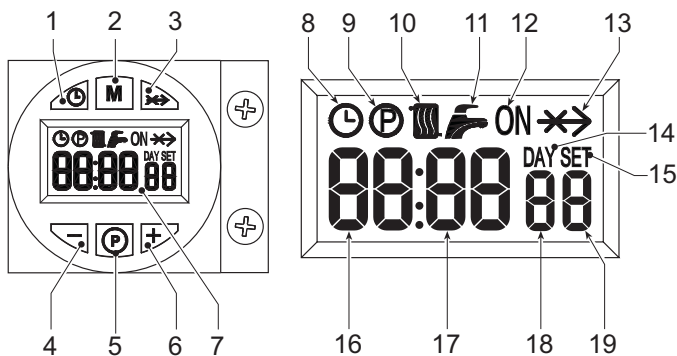

рис. 1 - Панель управления
Запрос на розжиг (вызываемый замыканием контакта на клеммах 7-8 (см. рис. 14), в условиях стандартных настроек) сопровождается загоранием символа радиаторной батареи (поз. 10 - рис. 1).
1. Нажмите на кнопку установки дня/времени (поз. 1 - рис. 1).
2. На дисплее (поз. 7 - рис. 1) мигают символы ЧАСОВ и ДНЯ: задайте день недели с помощью кнопок + и - (поз. 4 и 6 - рис. 1), принимая во внимание, что 1=понедельник, 7=воскресенье. Подтвердите введенный день нажатием кнопки для установки дня/времени (поз. 1 - рис. 1).
3. На дисплее (поз. 7 - рис. 1) мигают две цифры ТЕКУЩЕГО ВРЕМЕНИ (В ЧАСАХ) и символ ЧАСОВ: задайте точное время в часах с помощью кнопок + и - (поз. 4 и 6 - рис. 1), от 00 до 23. Подтвердите введенное время нажатием кнопки для установки дня/времени (поз. 1 - рис. 1).
4. На дисплее (поз. 7 - рис. 1) мигают две цифры ТЕКУЩЕГО ВРЕМЕНИ (В МИНУТАХ) и символ ЧАСОВ: задайте точное время в минутах с помощью кнопок + и - (поз. 4 и 6 - рис. 1), от 00 до 59. Подтвердите введенные минуты нажатием кнопки для установки дня/времени (поз. 1 - рис. 1). Работа системы отопления в Автоматическом режиме, Ручном режиме Оп, Ручном режиме Off
Нажатием на кнопку выбора рабочего режима (поз. 2 - рис. 1) можно задать:
1. автоматический режим работы, на дисплее (поз. 7 - рис. 1) появится символ ЧАСОВ. Запрос на активацию и деактивацию горелки зависит от заданной недельной программы. В заданный временной диапазон на дисплее (поз. 7 - рис. 1) отображается также символ ON.
2. В ручном режиме Оп на дисплее (поз. 7 - рис. 1) отображается только символ ON. Горелка постоянно включена
3. В ручном режиме Off на дисплее (поз. 7 - рис. 1) не отображается ни символ ON, ни символ ЧАСОВ. Горелка выключена
Можно заранее задать недельную программу в 3 временных диапазонах включенного режима ON и 3 временных диапазонах выключенного режима OFF: они будут одинаковы для каждого дня недели. В запрашиваемом временном диапазоне (поз. 7 - рис. 1) отображается символ ON.
1. Нажмите на кнопку Программирование "P" (поз. 5 - рис. 1)
2. Выберите день для программирования с помощью кнопок + и - (поз. 4 и 6 - рис. 1):
3. Нажмите на кнопку программирования "P" (поз. 5 - рис. 1):
- С помощью кнопок + и - (поз. 4 и 6 - рис. 1) можно изменить начало 1-го временного диапазона режима ON; например, 06:00Нажмите на кнопку Программирования "P" (поз. 5 - рис. 1)
- С помощью кнопок + и - (поз. 4 и 6 - рис. 1) можно изменить начало 1-го временного диапазона режима OFF; например, 09:00Нажмите на кнопку Программирования "P" (поз. 5 - рис. 1)
- С помощью кнопок + и - (поз. 4 и 6 - рис. 1) можно изменить начало 2-го временного диапазона режима ON; например, 12:30Нажмите на кнопку Программирования "P" (поз. 5 - рис. 1)
- С помощью кнопок + и - (поз. 4 и 6 - рис. 1) можно изменить начало 2-го временного диапазона режима OFF; например, 14:00Нажмите на кнопку Программирования "P" (поз. 5 - рис. 1)
- С помощью кнопок + и - (поз. 4 и 6 - рис. 1) можно изменить начало 3-го временного диапазона режима ON; например, 16:00Нажмите на кнопку Программирования "P" (поз. 5 - рис. 1)
- С помощью кнопок + и - (поз. 4 и 6 - рис. 1) можно изменить начало 3-го временного диапазона режима OFF; например, 23:30Нажмите на кнопку Программирования "P" (поз. 5 - рис. 1)
11. Нажмите на кнопку программирования "P" (поз. 5 - рис. 1) на 3 секунды, чтобы выйти из режима программирования.
Доступ в меню параметров осуществляется нажатием кнопки программирования "M" (поз. 2 - рис. 1) в течение 5 секунд. На дисплее отображается параметр "u01": обозначенный SET 01. Нажатием на кнопку "P" (поз. 5 - рис. 1) можно просмотреть список параметров.
Для изменения значения параметров используются кнопки + и - (поз. 4 и 6 - рис. 1). сохранение изменения происходит автоматически После изменения параметра необходимо подождать 3 секунды: мигающее значение вносится в память.
Для выхода из меню нажмите кнопку выбора режима работы "M" (поз. 2 - рис. 1) в течение 5 секунд
Доступ в меню параметров осуществляется нажатием кнопки программирования "P" (поз. 5 - рис. 1) в течение 10 секунд. На дисплее отображается параметр "t01": обозначенный SET 01. Нажатием на кнопку "P" (поз. 5 - рис. 1) можно просмотреть список параметров.